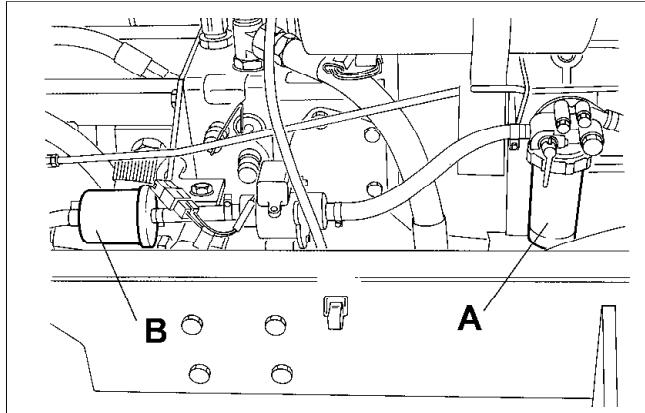

Fig.38
- Desenroscar la anilla de seguridad y sacar el elemento del filtro (A Fig 38) y tirarlo.
- Soltar las bandas de las abrazaderas a ambos lados del filtro en serie (B Fig 38) y quitar los mangos de combustible.